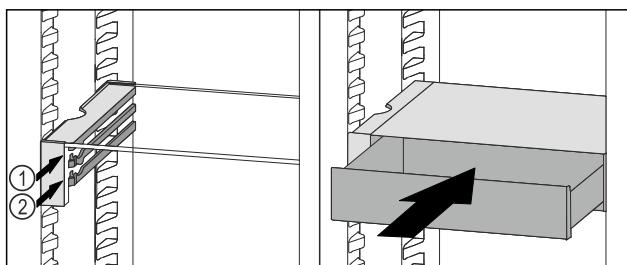

Fig. 108
- Plasser VarioSafe-skuffen bak stopperne på ønsket rille Fig. 108 (1) eller Fig. 108 (2).